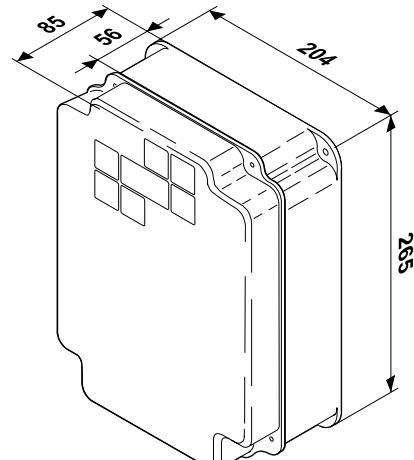
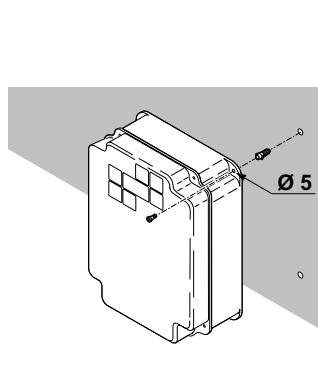
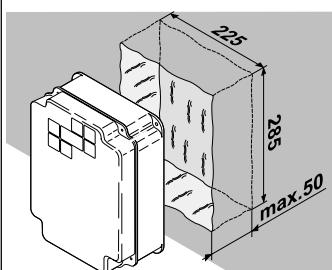

Fig. 10
Fig. 11
Fig. 12
- 14) Installare il contenitore dell'apparecchiatura elettronica nella posizione desiderata considerando gli ingombri di fig. 10. E' possibile eseguire il fissaggio a parete (fig. 11) o ad incasso (fig. 12).